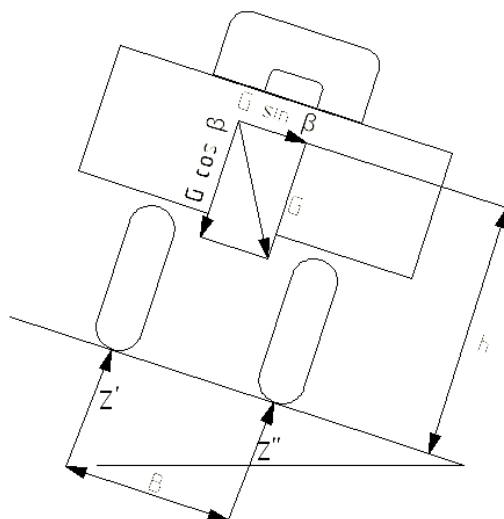

Рис. 1
33. Определить возможность поперечного (бокового) опрокидывания автомобиля при движении по дороге, характеризуемой коэффициентом сцепления $\varphi=0,4$ (рис.1). При решении задачи принять ширину колеи $B=1,7$, высоту центра тяжести $h=1,4\text{ м}$.